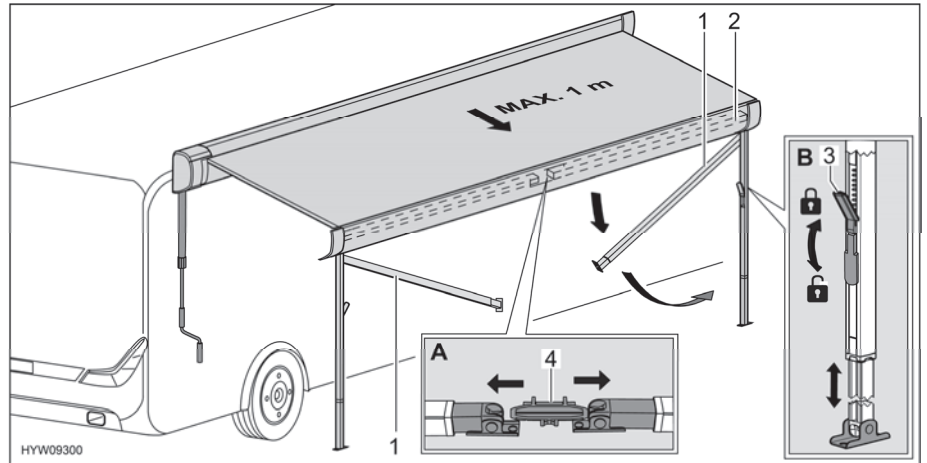

Bild 21 Stützfüße vorbereiten
- Stützfüße (Bild 21,1) aus Halterung (Bild 21,4) in der Frontleiste (Bild 21,2) lösen. Dazu Stützfüße leicht nach außen drücken (Bild 21,A).
- Verriegelungen (Bild 21,3) der Stützfüße lösen. Dazu den Verriegelungshebel nach unten klappen.
- Unteren Teil der Stützfüße bis zur gewünschten Länge herausziehen (Bild 21,B).
- Verriegelungen (Bild 21,3) der Stützfüße schließen. Dazu den Verriegelungshebel nach oben klappen.